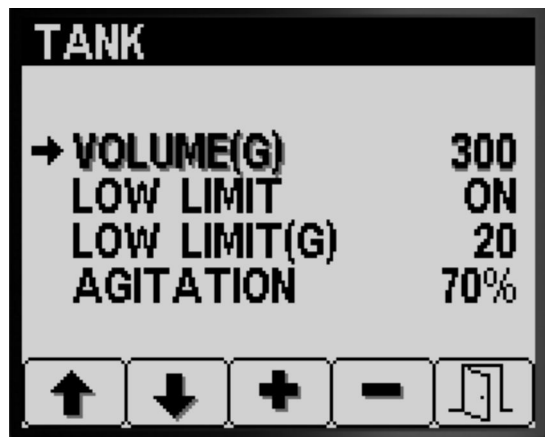

Figura 12
1. Prima o botão 1 ou 2 para navegar para a opção VOLUME DO DEPÓSITO (Figura 12).
2. Prima os botões 3 ou 4 para aumentar ou baixar o valor do volume de químicos no depósito do pulverizador (Figura 12).